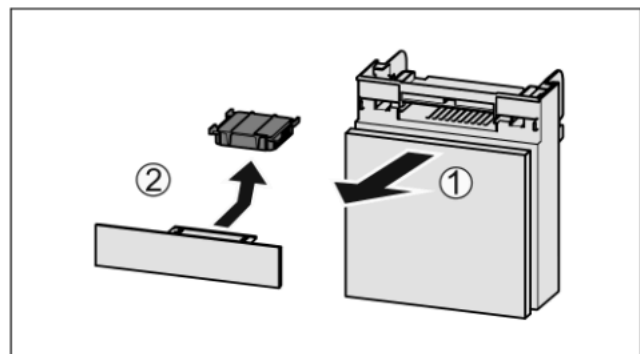

Fig. 44
- ▶ Estrarre il vano tirando in avanti Fig. 44 (1).
- ▶ Rimuovere il filtro a carboni attivi *Fig. 44 (2)*.